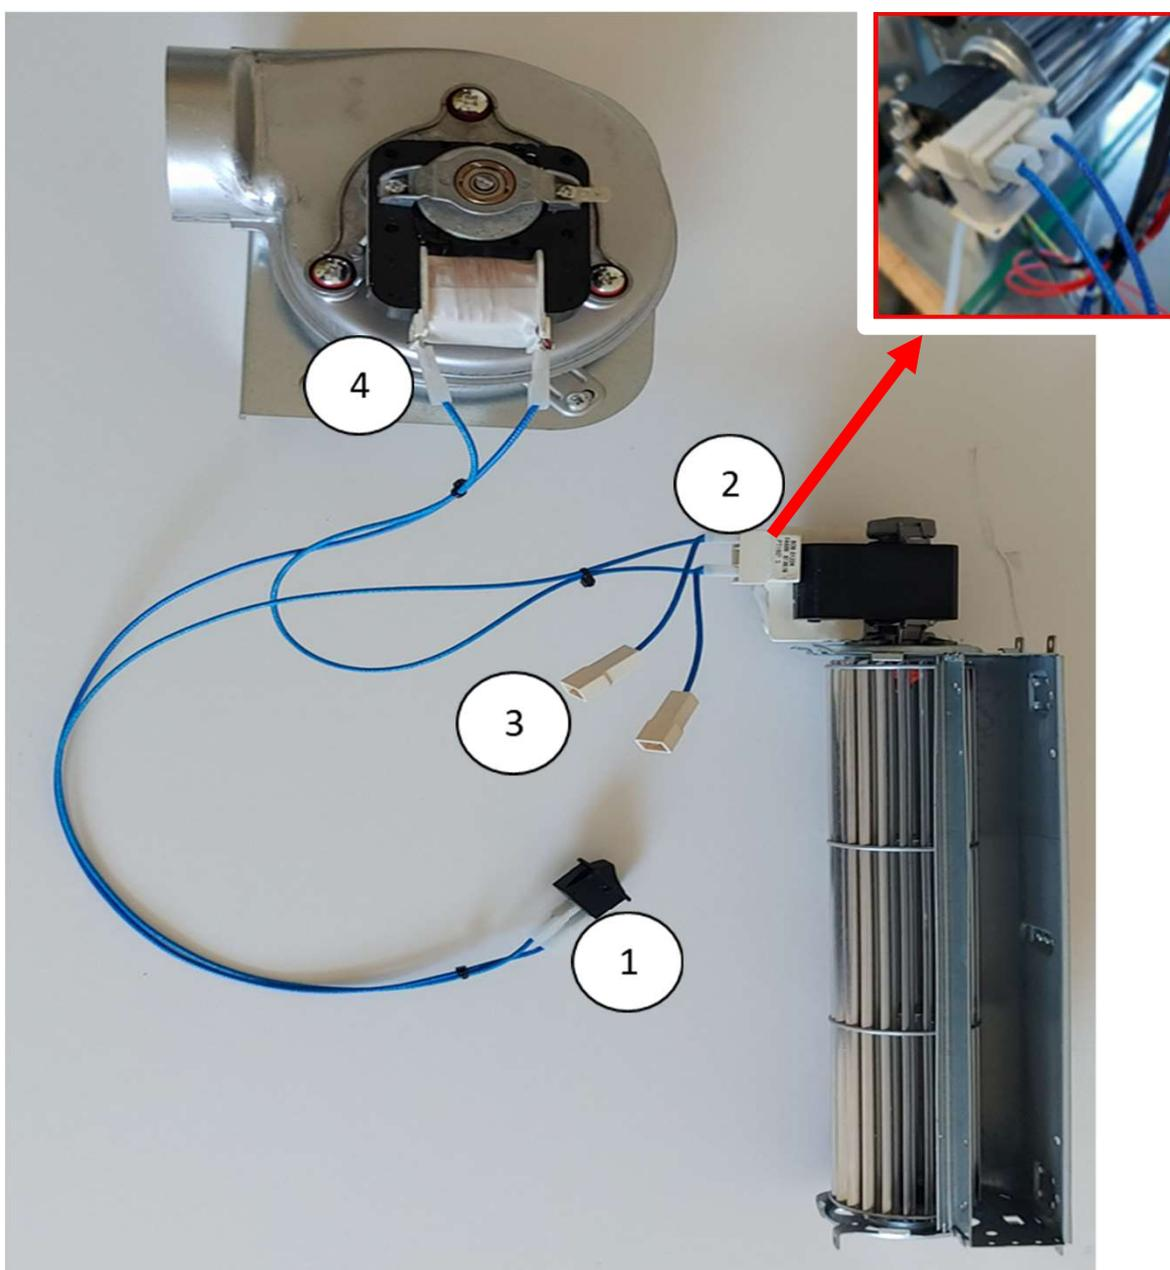

Fig. 06
1. Coja el interruptor e introdúzcalo en el orificio rectangular de la carcasa de la parte trasera de la estufa, tal y como se muestra en la Fig. 06. Conecte los dos cables (ver etiqueta 1) al interruptor Fig. 05 (página anterior) ;